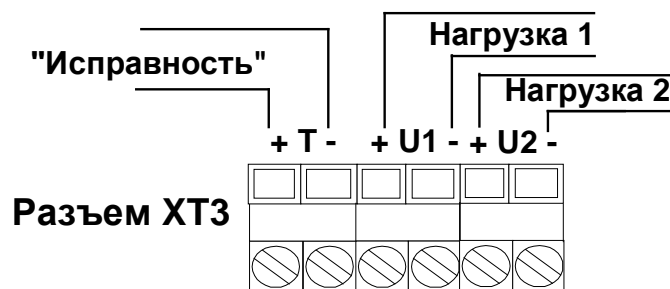
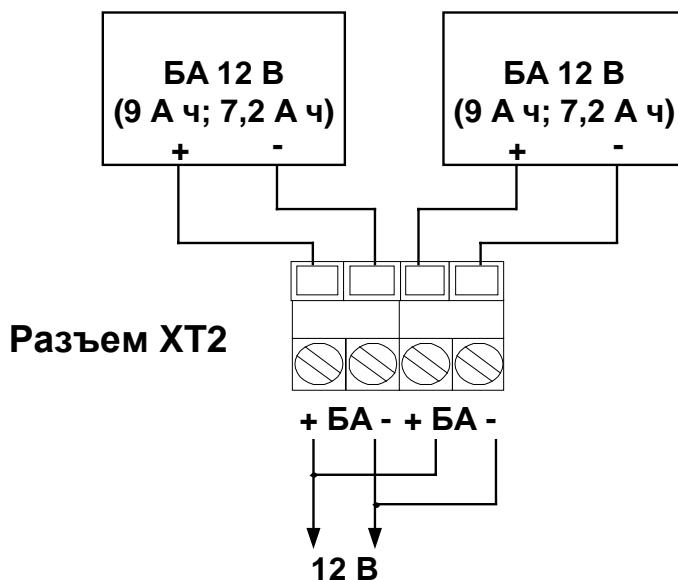
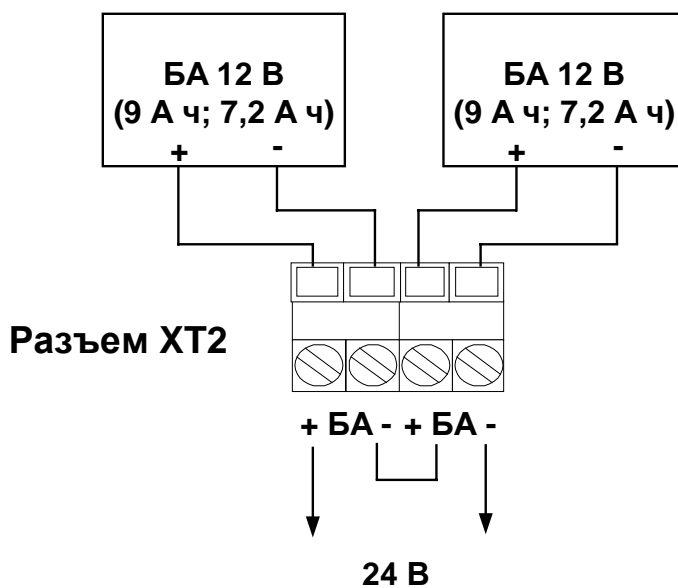
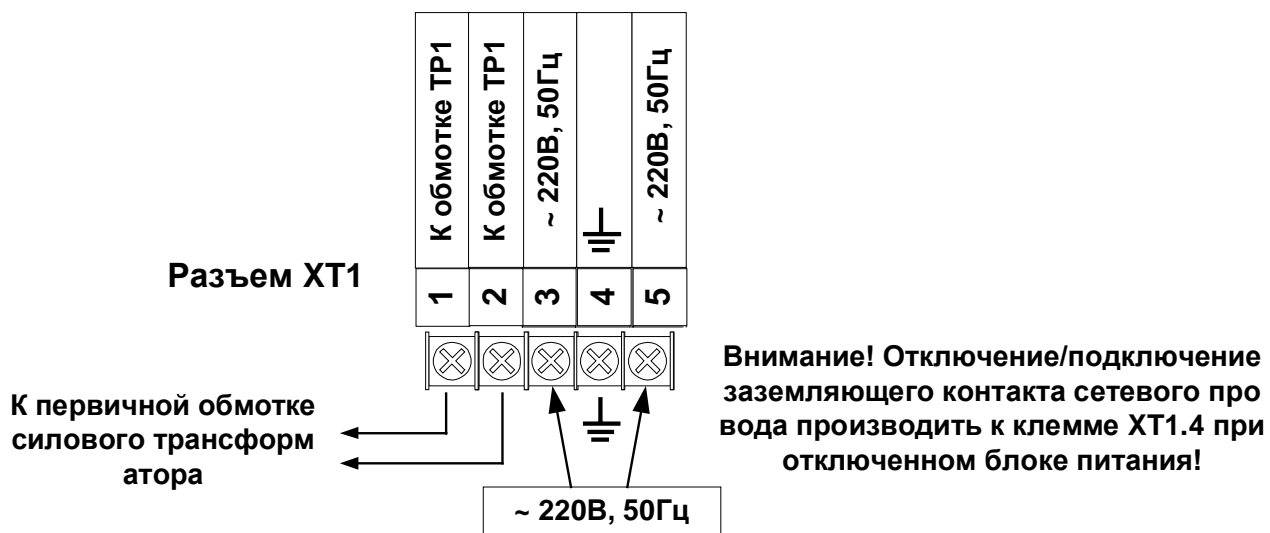

Рис. 3 Схема подключения нагрузки и сигнала «Исправность» к разъему ХТ3
Рис. 4 Подключение аккумуляторных батарей в ИБП-12А к разъему XT2
Рис. 5 Подключение аккумуляторных батарей в ИБП-24А к разъему XT2
Рис. 6 Подключение сетевого кабеля к разъему ХТ1
Подключение проводов нагрузки и сигнала «Исправность» показано на Рис. 3. Выходы для подключения нагрузки 1 и 2 защищены самовосстанавливающимися предохранителями, рассчитанными на ток срабатывания 1,35 А. Для восстановления работоспособности после срабатывания предохранителей при перегрузке необходимо отключить внешние нагрузки на время не менее 5 минут.
Подключение аккумуляторных батарей для ИБП-12А показано на Рис. 4. В случае использования двух батарей они запараллеливаются на выходе уже имеющейся на плате перемычкой. Возможно подключение одной батареи, в этом случае необходимо заизолировать неиспользуемые контакты для подключения второй батареи.
Для ИБП-24А обязательно использование двух аккумуляторных батарей. Их подключение показано на Рис. 5. Они объединяются последовательно уже имеющейся на плате перемычкой.
Подключение сетевого кабеля 220В к разъему XT1 показано на Рис. 6 . Заземляющий контакт вилки подсоединяется к средней клемме.
6.4.4 Подключение соединительных линий и БА к клеммам ИБП производится в соответствии с Рис. 3, Рис. 4, Рис. 5, Рис. 6. Перед их подключением вилку внешнего питания 220В необходимо отсоединить от сети.
6.5. Установить аккумуляторные батареи, подключив их к клеммам с помощью соединительных проводов, имеющих соответствующую маркировку (красный наконечник «+», синий наконечник «-») по схеме, приведенной на Рис. 4 и Рис. 5.